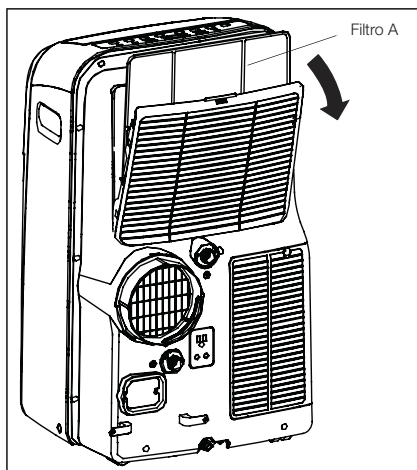
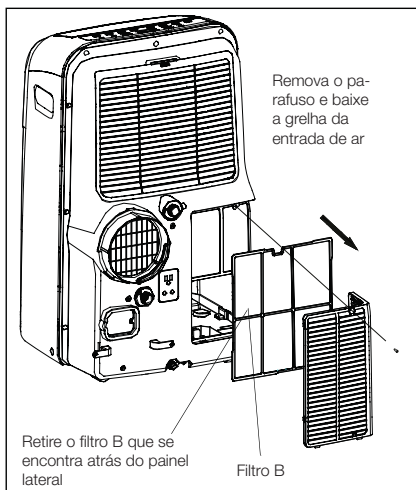

Fig. 27
Fig. 28
- Este aparelho possui dois filtros: filtro A e filtro B. Puxe a patilha do painel superior para retirar o filtro A, que se encontra atrás da grelha do painel posterior (Fig. 27). Desaperte o parafuso para remover o filtro inferior B. Baixe a grelha da entrada de ar e remova o filtro do ar conforme ilustrado na Fig. 28.